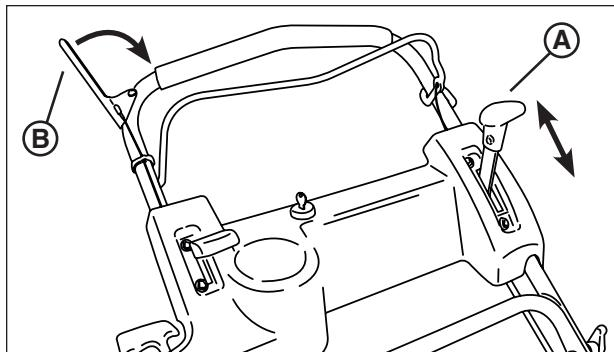

Figura 4: Controles de transmisión del cortacésped
2. Mueva el control de velocidad de desplazamiento (**A**, **Figura 4**) a la posición de velocidad deseada.